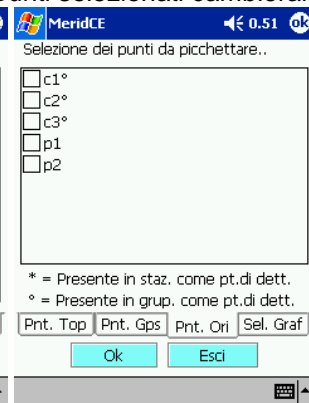

fig. 102
- b. Pt. Orientamento per picchettare punti presenti nella lista punti orientamento (importati con il file di testo o inseriti manualmente) fig 102. Per scegliere i punti basta attivare le caselle corrispondenti